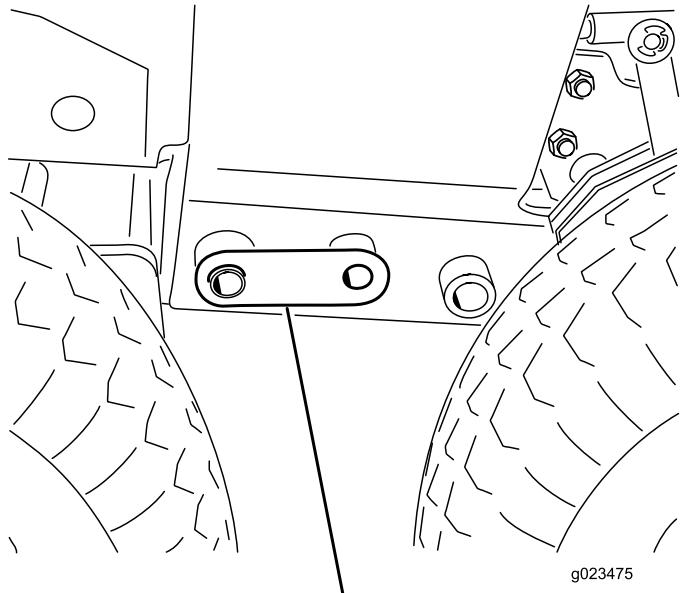

Figure 21
8. Positionnez le cric dans l'alignement des trous de 25 mm (1 po) du cadre et insérez une goupille d'accouplement de chaque côté (Figure 21).